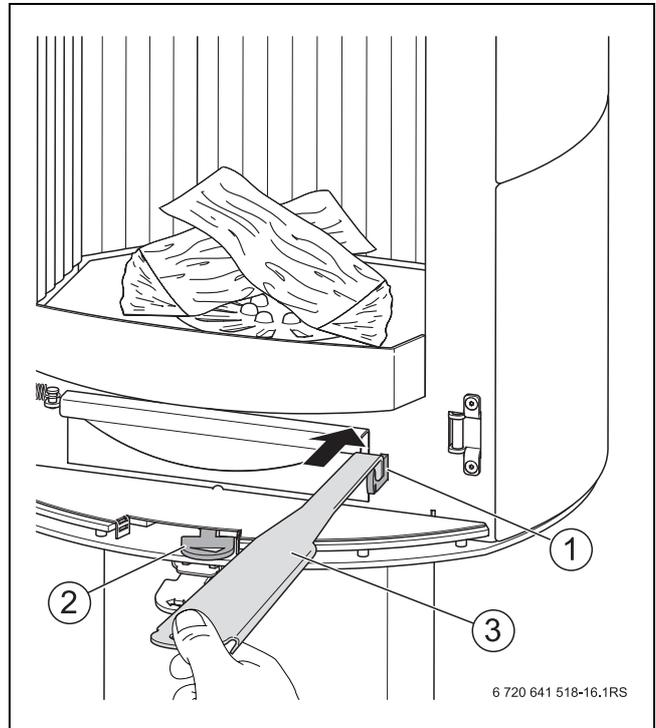

Fig. 6 Leve della presa d'aria comburente e della griglia a vibrazione
- ▶ Quando viene azionata la leva della griglia a vibrazione utilizzare l'utensile «mano fredda» (→ fig. 6, [3], pag. 10).